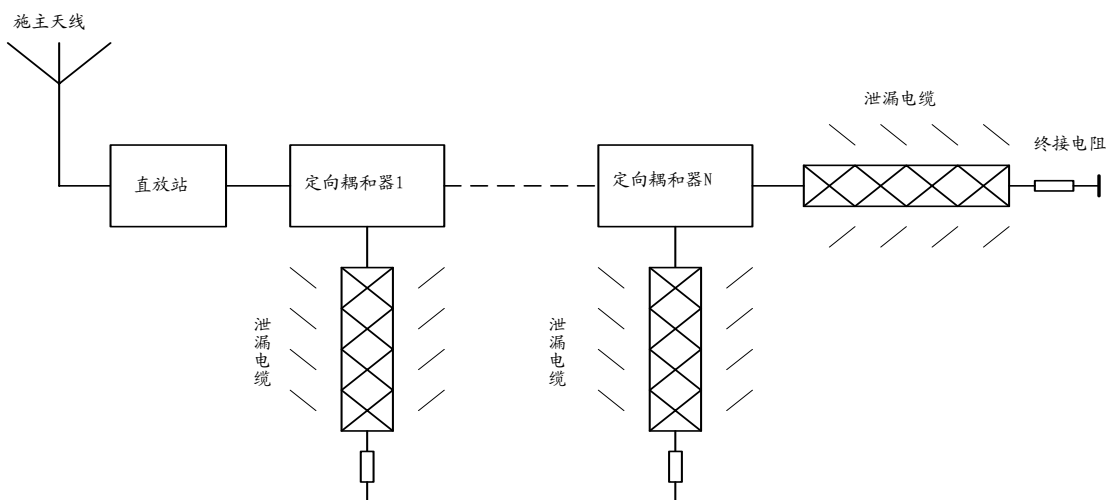

图 3 泄露电缆覆盖方案
(1)、由天线、定向耦合器、泄露电缆组成的泄露电缆覆盖方案 如图 3